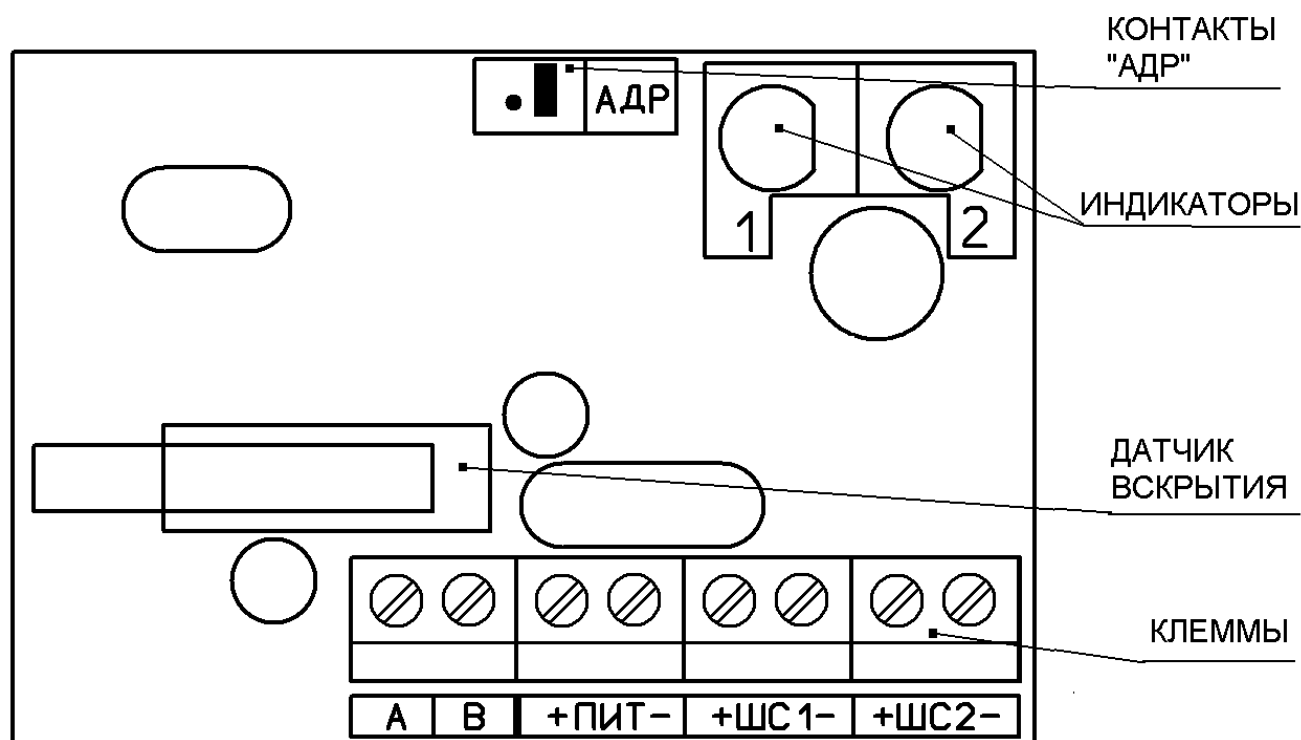

Рисунок 1 – Панель БС
1.9 Регистрации БС2 в составе комплекса и присвоение ему сетевого адреса осуществляется при включении БС2 в режим регистрации путем установки переключки «АДР» (рисунок 1).